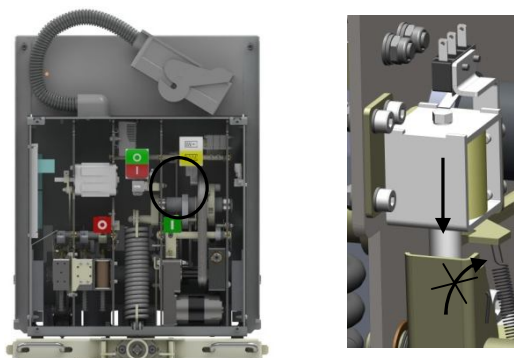

Рис. 8 Электромагнитная блокировка включения выключателя при отсутствии оперативного питания
1.4.1.5.6. Электромагнитная блокировка включения выключателя при отсутствии оперативного питания (рис. 8) позволяет блокировать спусковой механизм включения выключателя, при этом осуществляется блокировка ручного включения от кнопки «Включение» и дистанционного от электромагнита включения.
1.4.1.5.7. Опционально устанавливается электромагнитная блокировка перемещения выкатного элемента (рис. 8а). При отсутствии напряжения шток 1 электромагнита препятствует перемещению планки 2 и блокирует вращение рукоятки оперирования тележки аппаратной.
Рис. 8а Электромагнитная блокировка перемещения выкатного элемента